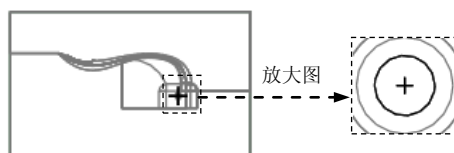

图 6.22 截面草图
(3) 绘制截面草图。绘制图 6.22 所示的截面草图，完成截面的绘制后，单击“草绘”操控板中的“确定”按钮 。